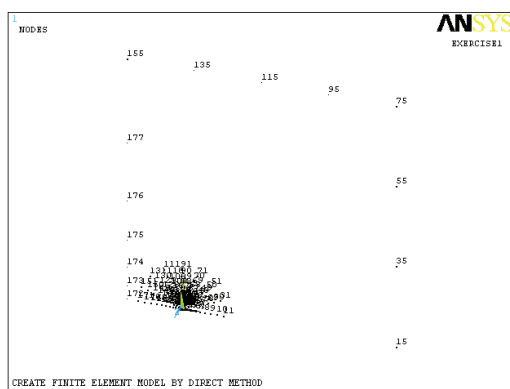

图 2-24 生成的节点结果显示
17) 选择 Main Menu | Preprocessor | Modeling | Create | Nodes | Fill between Nds 命令, 出现 Fill between Nds 拾取菜单, 在输入栏中输入 155, 172, 单击 OK 按钮, 出现 Create Nodes Between 2 Nodes 对话框, 在 NODE1, NODE2 Fill between nodes 后面的 2 个输入栏中分别输入 155、172, 在 NFILL Number of nodes to fill 输入栏中输入 5, 在 NSTRT Starting node no.输入栏中输入 177, 在 NINC Inc. between filled nodes 输入栏中输入-1, 在 SPACE Spacing ratio 输入栏中输入 0.15, 在其余输入栏中输入 1, 单击 OK 按钮关闭该对话框。生成的节点结果如图 2-24 所示。